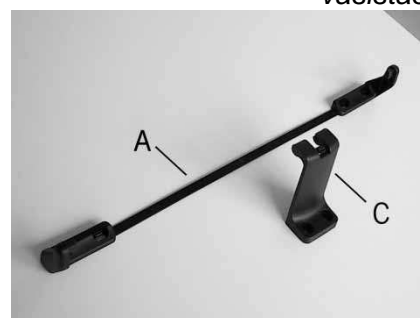

Figure 6
- C. Choisir les étriers correspondants (Fig. 6).